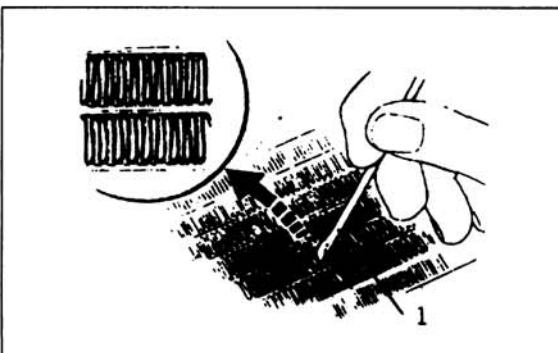

Bild 24
- Verbogene Lamellen und eingedrückte Wasserrohre geraderichten (Bild 24).